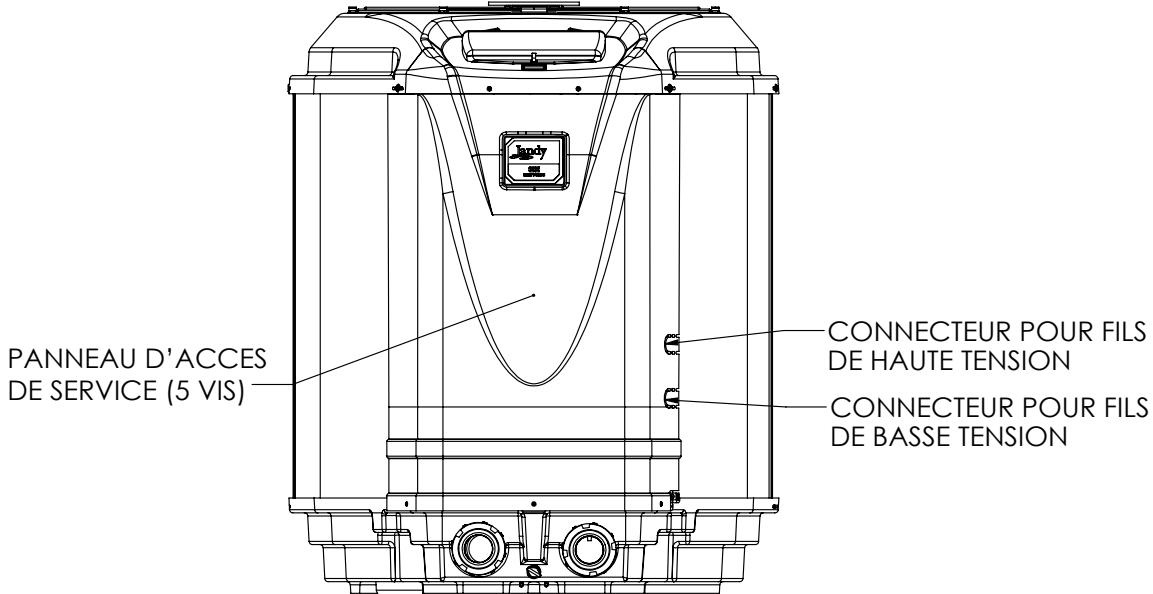

Figure 10. Vue de face de la thermopompe de la série JE de Jandy Pro
2. Retirer les cinq (5) vis qui attachent le panneau d'entretien et d'accès à l'unité de la thermopompe (voir Figure 10).
4. Les câbles électriques d'alimentation doivent être acheminés à travers des conduits étanches. Passer les fils et le conduit par le trou désigné pour les câbles à haute tension du côté droit de la thermopompe. Effectuer les raccords en dessous de la boîte de jonction en tôle. Voir la Figure 10 pour connaître l'emplacement du trou.
2. Retirer les quatre (4) vis qui attachent le tableau d'entretien et d'accès à l'unité de thermopompe et le couvercle de la boîte de jonction (voir Figure 10).
3. Acheminer les câbles du système de commande de la piscine et du spa jusqu'à la connexion de conduit étiquetée « connexion de basse tension », situé du côté inférieur droit de la thermopompe (Voir Figure 10).
2. Retirer les vis liant le tableau d'entretien et d'accès à l'unité de thermopompe et au couvercle de la boîte de jonction (Voir Figure 10).
3. Acheminer les câbles du système de commande de la piscine et du spa à la connexion du conduit étiquetée « Connexion de basse tension », située du côté inférieur droit de la thermopompe (voir Figure 10).
2. Retirer les cinq (5) vis qui attachent le panneau avant à la thermopompe et enlever le couvercle de la boîte de jonction. Voir la Figure 10.
3. Acheminer quatre (4) câbles solides de cuivre de calibre 22 dans le conduit étiqueté “Low Voltage Connection” (Connexion de basse tension) situé du côté inférieur droit de la thermopompe. Voir la Figure 10. Les câbles peuvent avoir une longueur de 91,4 m (300 pi).